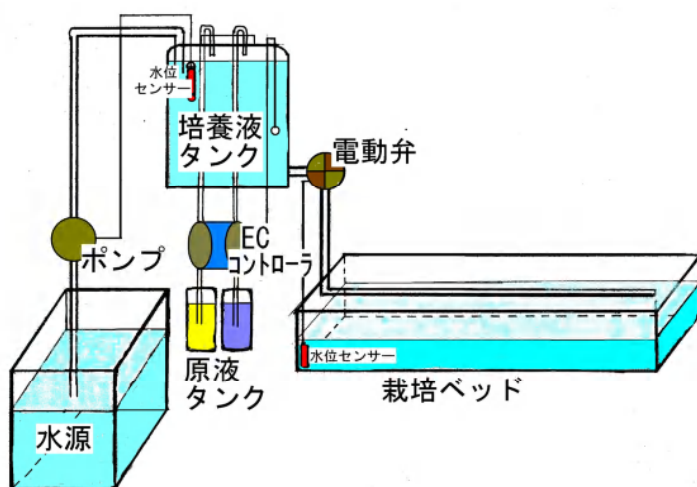

図1 栽培装置の概要
- ① 栽培装置に使用した電気機器は揚水ポンプ、ECコントローラ、電動弁、水位センサー（2台）である（図1）。
- ② 培地はロックウールマットで、栽培ベッドは防根シートで上下2層に分け、上層を培地、下層を培養液貯留部とする。給液にはポンプを使用せず、培養液タンクと栽培ベッドの水位差（60～120cm）を利用し、かん水チューブで行うが、その制御はベッド下層に設置した水位センサーで電動弁を開閉することによる（図1、2）。
- ③ 栽培装置の消費電力（トマト750株、1日当たり）は、給液量によって大きく変化するが、最大となる盛夏期でも50Wh（雨天日）～150Wh（晴天日）と小さく、電力供給に必要な太陽電池モジュールは50W程度である。
- ④ 本栽培装置でのトマト（供試品種：桃太郎8）の生育、収量は慣行のかけ流し方式のロックウール栽培に比べ、高温期で劣る傾向にあるが、他の時期は同等であり、夏越し栽培（6～12月収穫）では5.8kg/株（14.7t/10a）収量が得られる。
- ⑤ トマト3aの栽培に必要な栽培装置の価格は、給液装置機材（ECコントローラ、培養液タンク、電動弁等）が約36万円、栽培ベッド資材（ベッド木枠、ロックウールマット等）が約30万円である。また、太陽光発電装置の価格は11～16万円である。